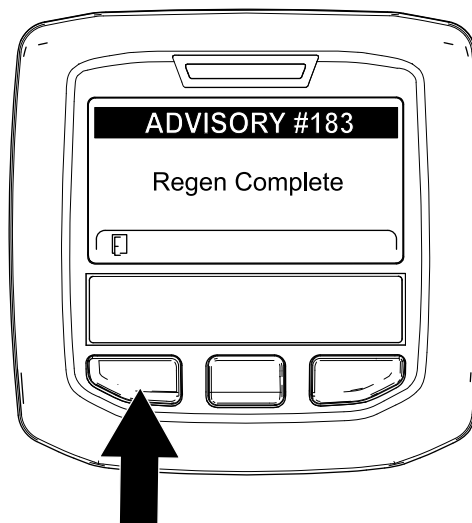

Figura 96
9. Când computerul motorului finalizează o regenerare în stare de parcare sau de recuperare, InfoCenter afiează ADVISORY #183 (recomandarea nr. 183) (Figura 96). Apăsai butonul din stânga pentru a reveni la ecranul de pornire.